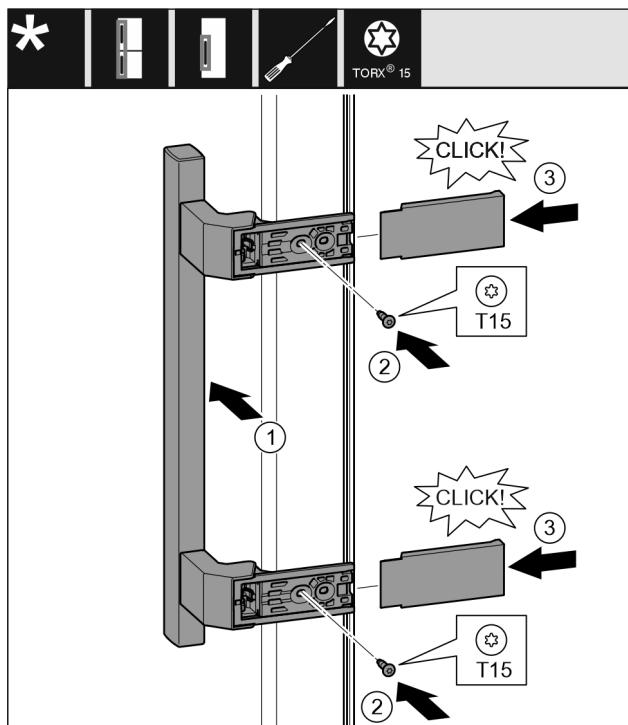

Fig. 19
- Sett håndtaket på på motsatt side. Fig. 19 (1)
- Skru fast skruene med skrutrekker T15. Fig. 19 (2)
- Sett dekslene på på siden, og skyv dem på. Fig. 19 (3)